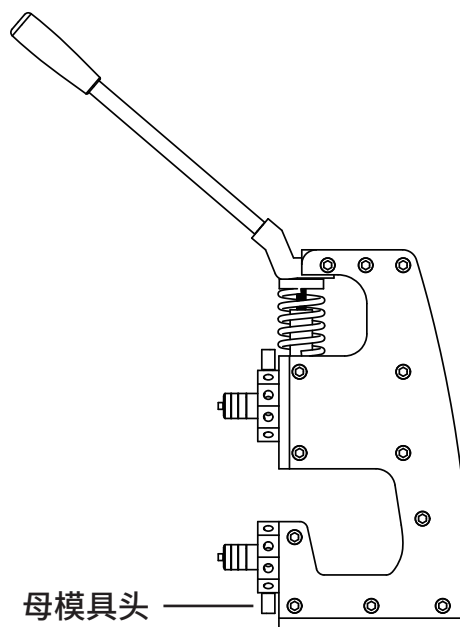

图4
- 4.如图4所示,按照公模具头的安装方式,将母模具头安装并固定。